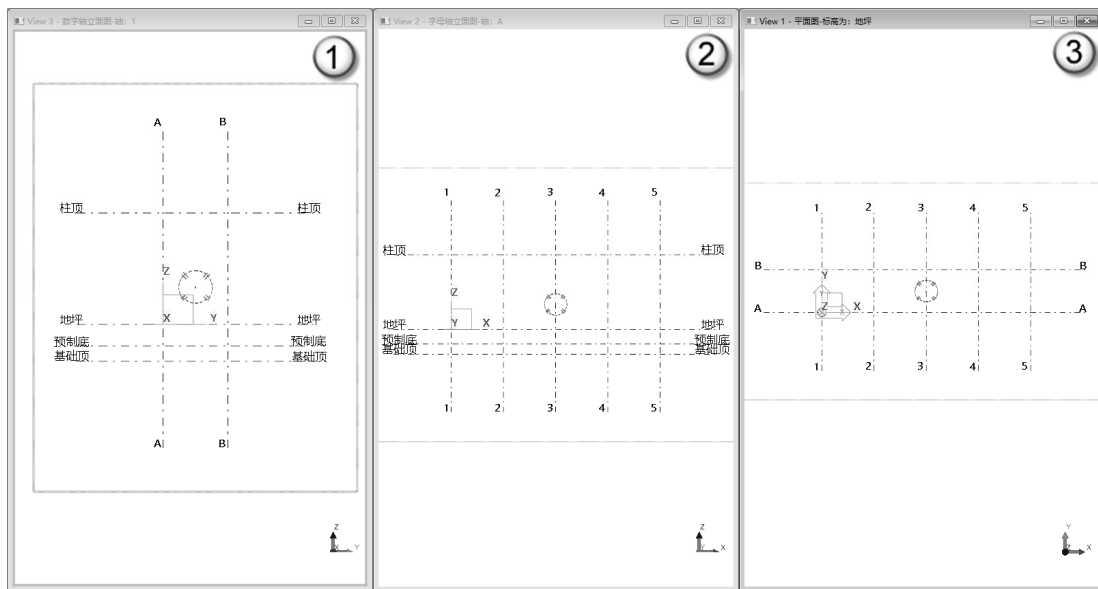

图 1.25 排列视口
(4) 排列视口。由于共显示了三个视图，与其对应就有三个视口。单按 T 快捷键，或选择“窗口”|“垂直平铺”命令，这三个视口会并排显示且大小相同，如图 1.25 所示。其中，图①为“数字轴立面图-轴：1”视图，图②为“字母轴立面图-轴：A”视图，图③为“平面图-标高为：地坪”视图。此时应重点检查视图中的轴线、标高是否齐全，图名与视图是否相符。